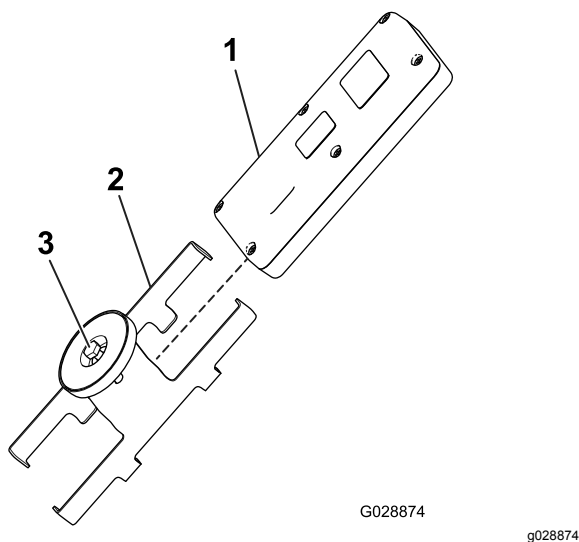

Figura 37
1. Afloje el perno del imán situado en el soporte magnético remoto (Figura 37).
2. Separe los lados del soporte y retire el control remoto (Figura 37).
8. Instale el control remoto de mano en el soporte magnético remoto, una las dos mitades para ajustarlo y apriete el perno del imán (Figura 37).